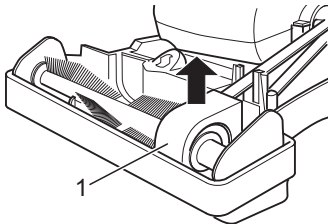

Abb. 29
8. Heben Sie die Keilriemenabdeckung (Abb. 29/1) nach oben aus dem Bürstenfuß.
14. Setzen Sie die Keilriemenabdeckung (Abb. 29/1) wieder in den Bürstenfuß.